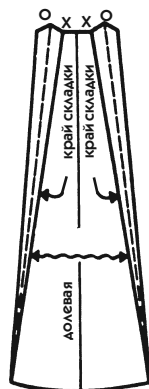

Рис. 329
2. Обратитесь к описанию рис. 294, чтобы выполнить «поверхность» складки (см. засечки Х на рис. 329). В нашем примере она будет иметь ширину по верху 5 см, по низу 25 см.
- Расправьте бумагу и проведите прямую линию от засечки О до нижнего края (пунктирная линия на рис. 329).
- Расправьте бумагу и проведите третью наклонную линию, которая будет являться краем лекала (сплошная линия на рис. 329).